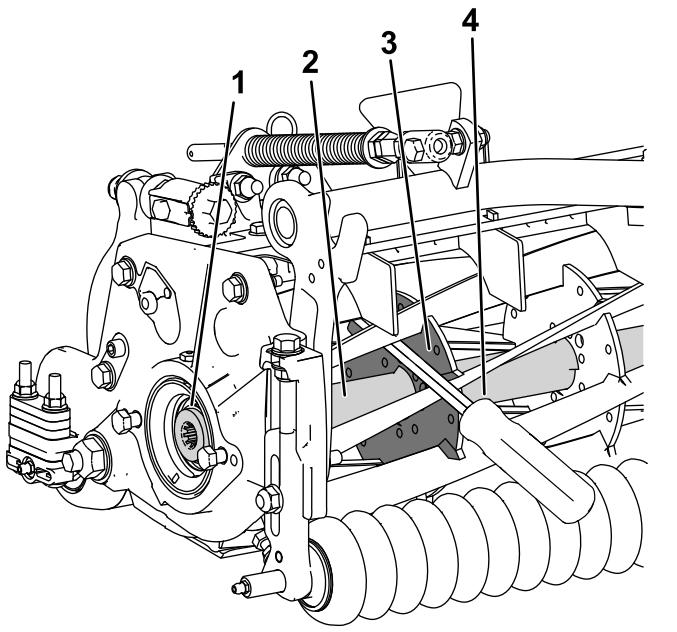

Figura 43
1. Inserte una palanca de mango largo (se recomienda de $\frac{3}{8}$ " x 12" con mango de destornillador) a través de la parte delantera del molinete de corte, lo más cerca del lateral de la unidad de corte que va a apretar (Figura 43).
2. Coloque la palanca contra la parte soldada del refuerzo del molinete de corte interno (Figura 43).